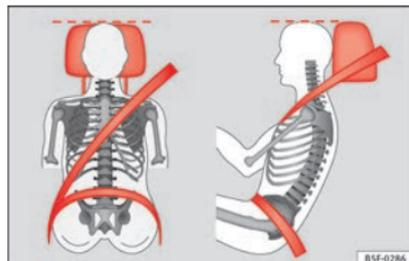

Fig. 57 Poggiatesta posizionato correttamente, vista frontale e laterale.
– Regolare il poggiatesta portandone il bordo superiore alla stessa altezza della parte superiore della testa, almeno all'altezza degli occhi »» fig. 57.